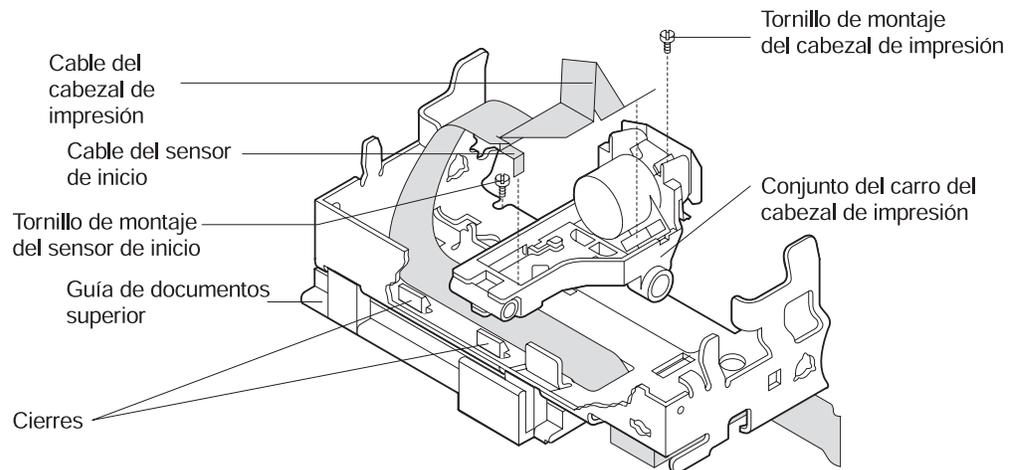

Figura 4-8. Desconexión del sensor de inicio
4. Desconecte el cable del sensor de inicio. Consulte la Figura 4-8.